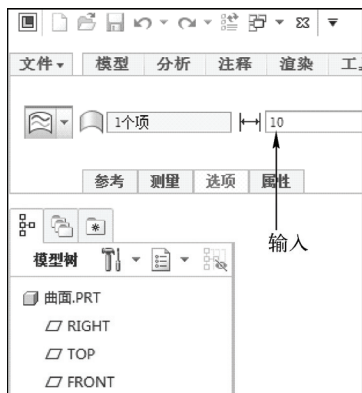

图 9-64 输入参数
STEP 03 打开“偏移”选项卡,在“输入偏移值”文本框中输入“10”,如图9-64所示。